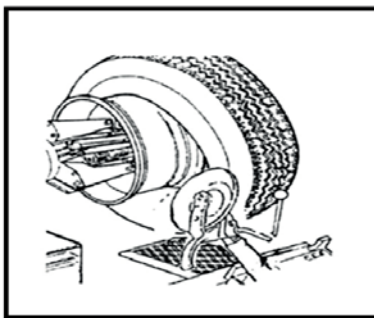

Рис. 10-2
6. Нажмите на монтировку и, удерживая ее нажатой, опустите колесо до тех пор, пока край обода не окажется на расстоянии 5 мм от монтажного пальца (рис. 10-2).